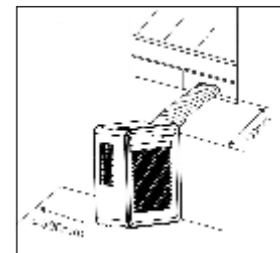

Рис. 1
1) Обеспечить свободное пространство не менее 50 см с фильтрующей стороны устройства. (рис.1).